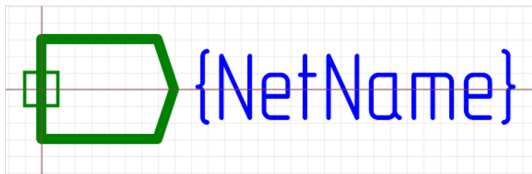

Рис. 73 Порт блоков Выход
- Выход – обозначение выхода из схмотехнического блока (вложенной схемы), см. Рис. 73.